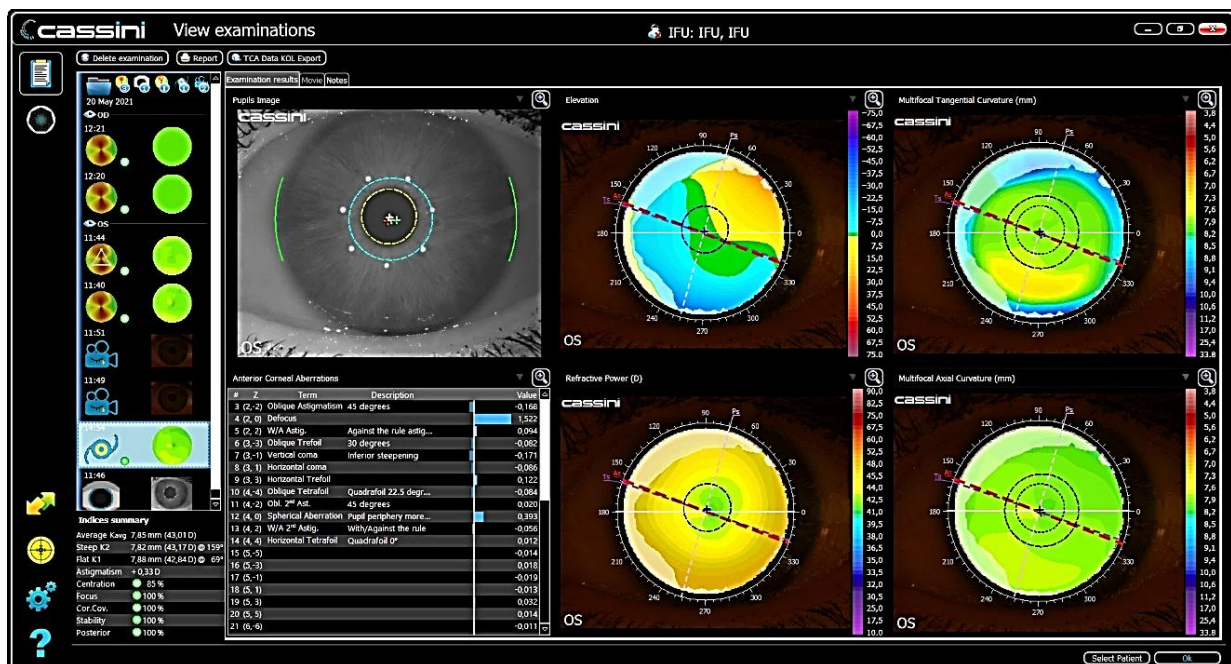

Abbildung 59: SMART 6-ups
- Der SMART-Bericht enthält Informationen über den Durchmesser und die Winkelwerte der Pupille und des Limbus. Dieser Bericht besteht aus mesopischen, photopischen Bildern, Hornhautaberrationen, multifokalen IOL-Qualifikatoren, K-Werten, Quality Factors und Oberflächenindizes (siehe Abbildung 59).